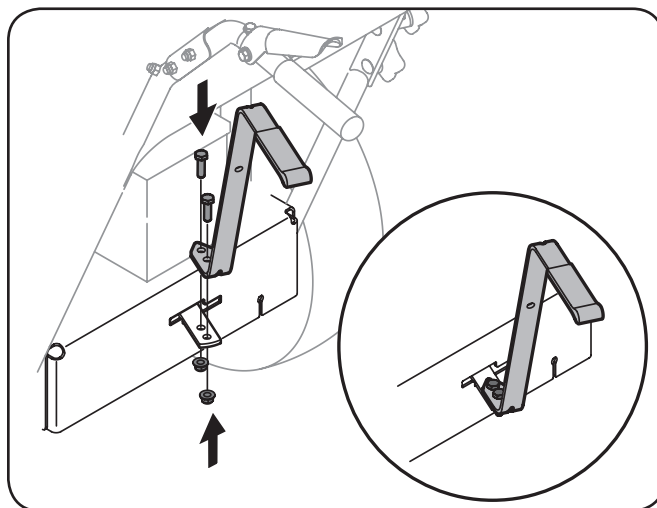

Figura 3-6
3. Coloque la palanca de cambios superior en posición vertical alineando los orificios de la palanca con los de la placa de cambios. Vea Figura 3-6.
4. Asegure la palanca a la placa usando los dos tornillos y las dos tuercas extraídos anteriormente. Vea el recuadro de Figura 3-6.